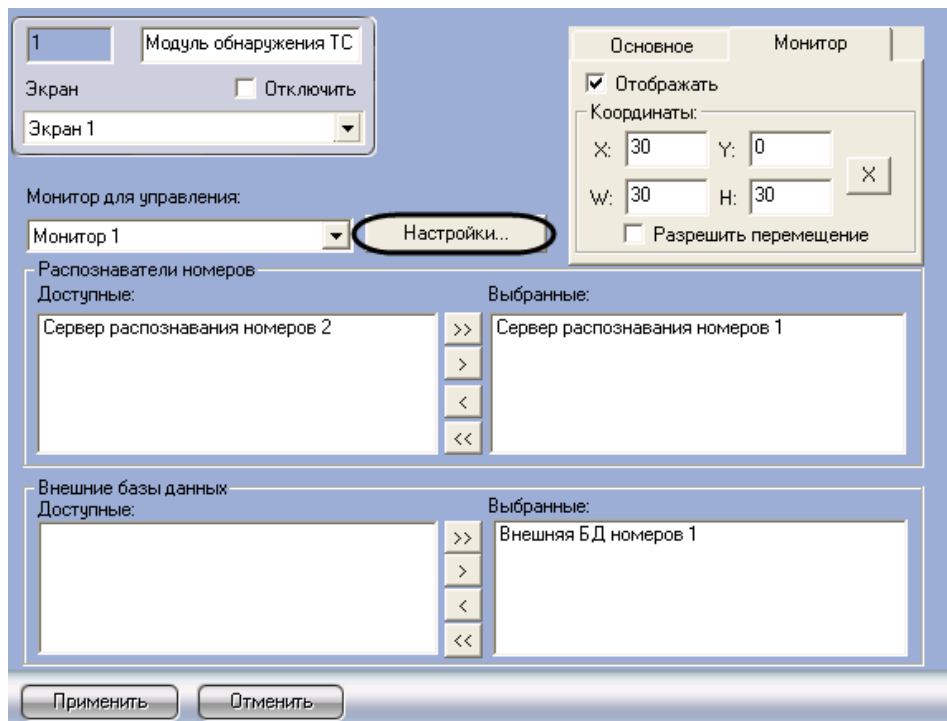

Рис. 7.8—11. Доступ к выбору внешних баз данных
- Перейти на панель настройки объекта «Модуль обнаружения ТС» (Рис. 7.8—11).
- Нажать кнопку «Настройки» (см. Рис. 7.8—11).